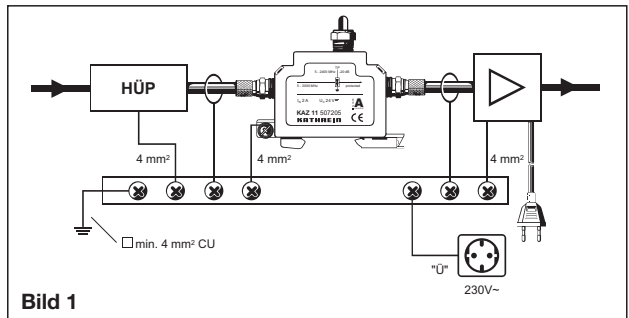

Bild 1
- Der Potenzialausgleich erfolgt nach Bild 1.